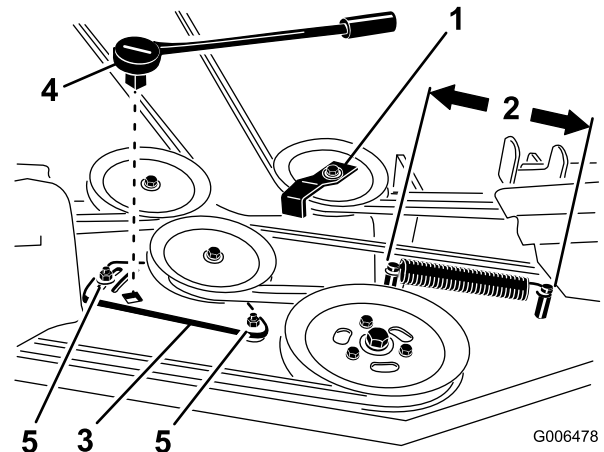

Figure 65
4. Pour les tabliers de 72 pouces, desserrez les boulons de fixation de la plaque de la poulie de tension (Figure 65).
6. Enlevez le guide de courroie de la poulie de tension rappelée par ressort (voir Figure 63 et Figure 65).
9. Montez le guide de courroie sur la poulie de tension rappelée par ressort à un angle de 45 degrés comme illustré à la Figure 63 et Figure 65. Serrez le boulon à un couple de 37 à 45 Nm (27 à 33 pi-lb).
10. Montez le ressort de la poulie de tension sur les deux ergots (Figure 63 et Figure 65).
ressort atteint 25,4 à 26 cm (10 à 10-1/4") entre les ergots, comme illustré à la Figure 65.
8. Tout en maintenant la courroie tendue, serrez les boulons de fixation de la plaque du bras de tension (Figure 65).
4. Mesurez la longueur du ressort (Figure 65). Si elle est comprise entre 25,4 et 26 cm (10 et 10-1/4"), d'un ergot à l'autre, aucun réglage n'est nécessaire.
5. Desserrez les boulons de fixation de la plaque du bras de tension (Figure 65).
6. Insérez un manche à rochet ou une barre de levier dans le trou carré de la plaque pour régler la tension (Figure 65).